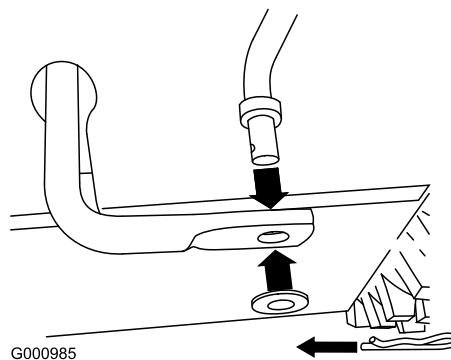

Рисунок 11
1. Выньте шплинт и снимите шайбу с нижнего конца штока управления скоростью, затем вставьте нижний конец штока в нижнее коромысло так, чтобы изогнутый конец штока управления скоростью был направлен назад (Рисунок 11).